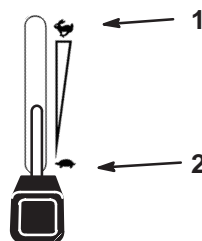

Figure 17
1. Débrayez la PdF (Fig. 17).
1. Réglez la manette d'accélérateur à mi-course entre les positions de ralenti et de régime maximum (Fig. 17).